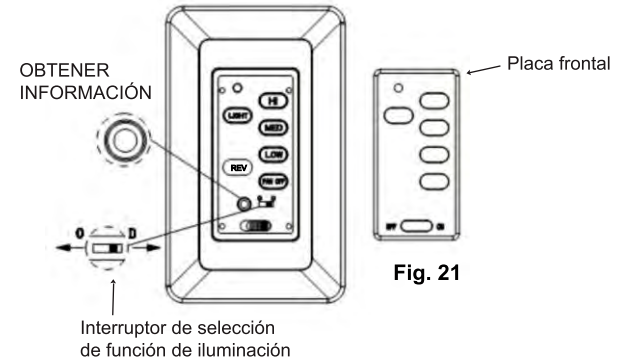

Fig. 21
## ACTIVACIÓN DEL PROCESO DE OBTENER INFORMACIÓN (FIG. 21)
1. Utilice un destornillador plano pequeño y retire suavemente la placa frontal de la parte superior del transmisor de pared. (Fig. 21)
2. Una vez finalizada la instalación, encienda la CA y el INTERRUPTOR **OFF**  estará en posición ON dentro de los 30 segundos, oprima el botón LEARN (OBTENER INFORMACION) durante 3 segundos. El ventilador se encenderá a velocidad media y se encenderá la luz (si estuviera instalada). Esto confirma que la configuración de SINCRONIZACIÓN INTELIGENTE está activa y funciona de manera adecuada. (Fig. 21)
## INTERRUPTOR DE SELECCIÓN DE FUNCIÓN DE ILUMINACIÓN (Fig. 21)